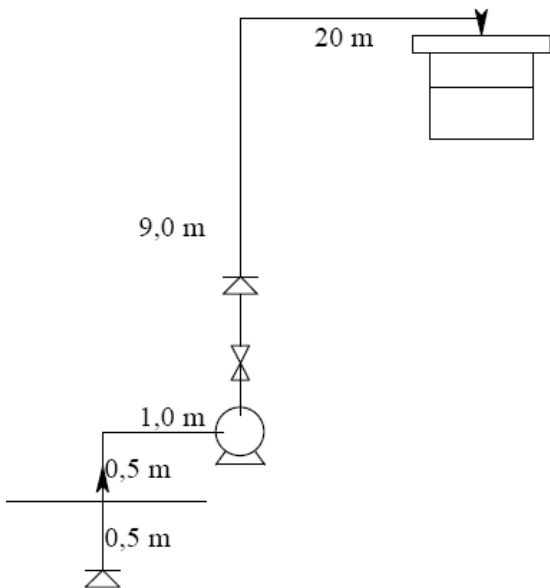
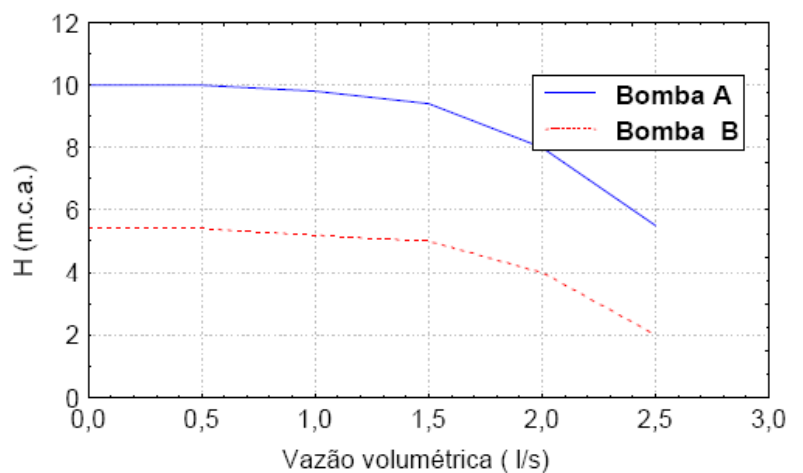

Figura 2a
Figura 2b
(2) A finalidade do circuito mostrado na Figura 2a abaixo é transportar água de uma lagoa para um reservatório aberto, a uma vazão de 2 l/s. Dispõe-se de 2 bombas A e 2 bombas B, cujas características são aquelas da Figura 2b. O serviço pode ser realizado? Como? Verifique o NPSH da instalação. (Tubulação de aço galvanizado com diâmetro nominal de 2", série 40; Temperatura de 17°C).